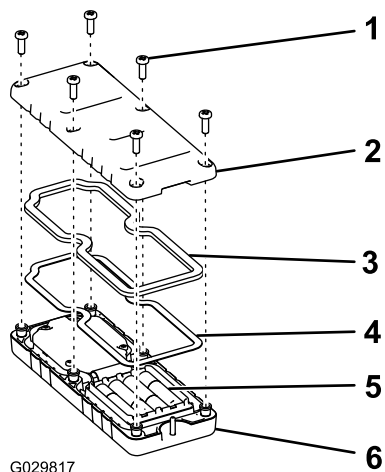

Figura 31
1. Retire los 6 tornillos de la parte trasera del control remoto, y retire la tapa (Figura 31).
5. Vuelva a colocar la cubierta y fíjela con los 6 tornillos que retiró anteriormente (Figura 31) y apriételos a entre 1,5 y 1,7 N·m.